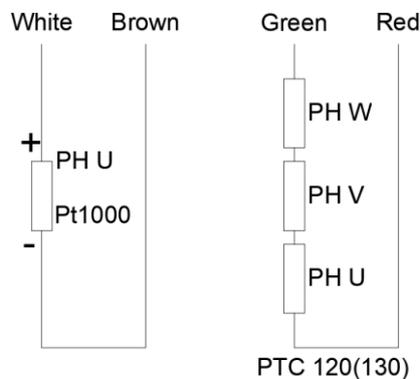
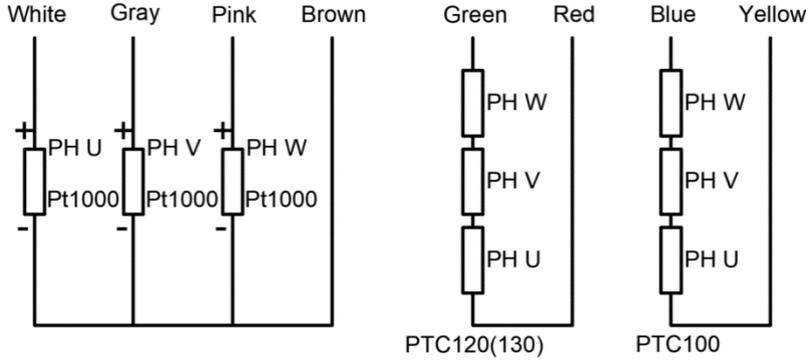

図 5.2.2 タイプ A
図 5.2.5 タイプ D
温度センサーケーブルには、IGUS®の Chainflex® (CF240) を使用しています。標準仕様 (タイプ B) の温度センサーは 3 個で、PTC100 と PTC120(130) が各相巻線に 1 セットずつ、そして U 相には Pt1000 が標準で取り付けられています。各タイプで使用される温度センサーは表 5.2.4 に示されています。温度センサーケーブルの断面積は 0.25 mm² で、各タイプの温度センサーケーブルのピン配置は図 5.2.2 から図 5.2.5 に示されています。